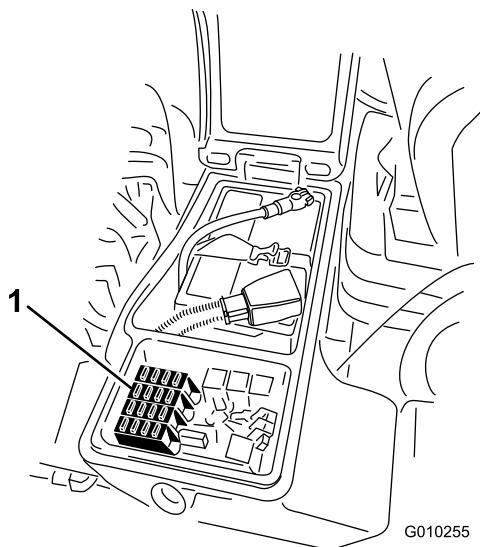

図 48
- 右側の物入れのカバーのラッチを外してベルトカバーを外し図 47、ヒューズブロックを露出させる図 48。
2. 必要に応じてヒューズを交換する図 48。